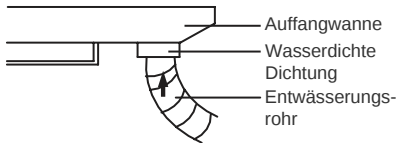

Abb. 24
- (1). Folgenden Schritten folgen, um die Entwässerungsröhrstellung zu bestimmen.
- (2). Das Entwässerungsrohr in die Entwässerungsöffnung der Einheit hineinstecken und die Rohrhalterung mittels Klebeband anpassen (Abb. 24).
- (3). Das Rohrausdehnungsstück mit dem Entwässerungsrohr verbinden die Rohrhalterung anhand Klebeband befestigen.